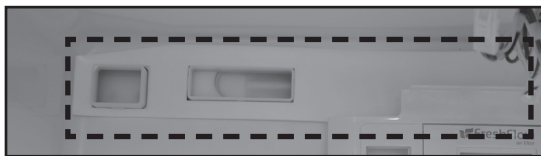

FIGURE 19
22. Décoller ce qui reste de l'endos de papier et fixer le joint d'étanchéité neuf après l'avoir positionné derrière le sommet de la tour. Voir Figure 19.